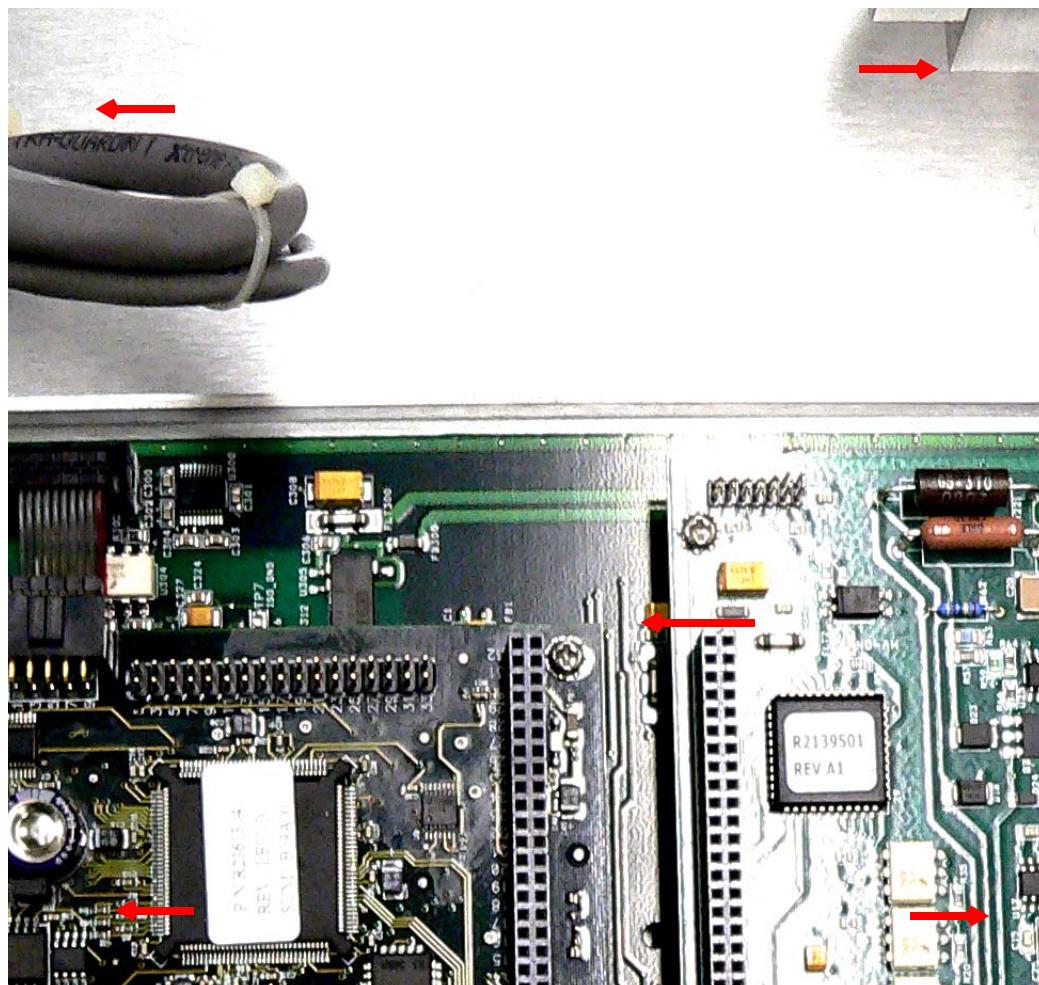

图 B-33 安装螺丝
5. 拆下五 (5) 组十字槽头螺丝及垫片 (图 B-33)。